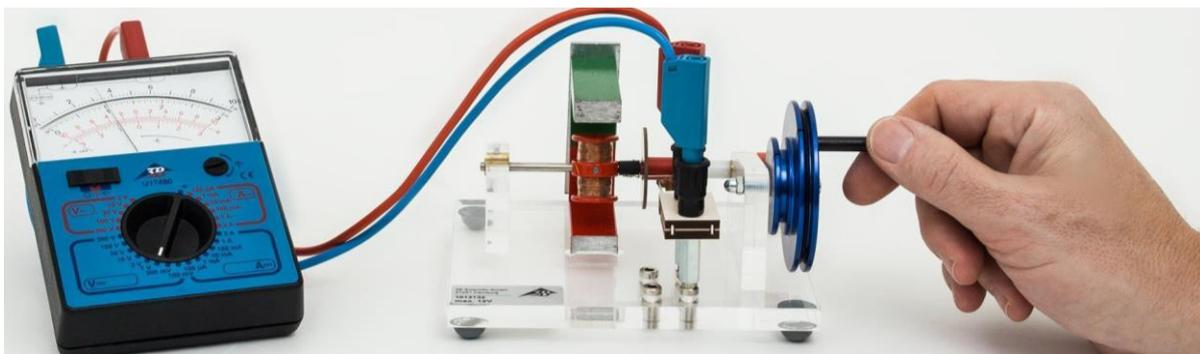

Fig. 3 Fonctionnement comme générateur à courant continu avec le multimètre ESCOLA 70
- Enficher le collecteur sur la paire de douilles de droite du panneau de connexions sur la plaque de travail (cf. fig. 3).